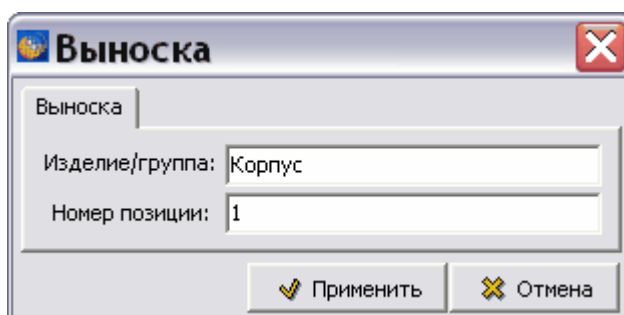

Рис. 4.68
2. Нажмите на неё правой кнопкой мыши и выберите пункт **Свойства**. При этом появится диалоговое окно **Выноска** (Рис. 4.68).